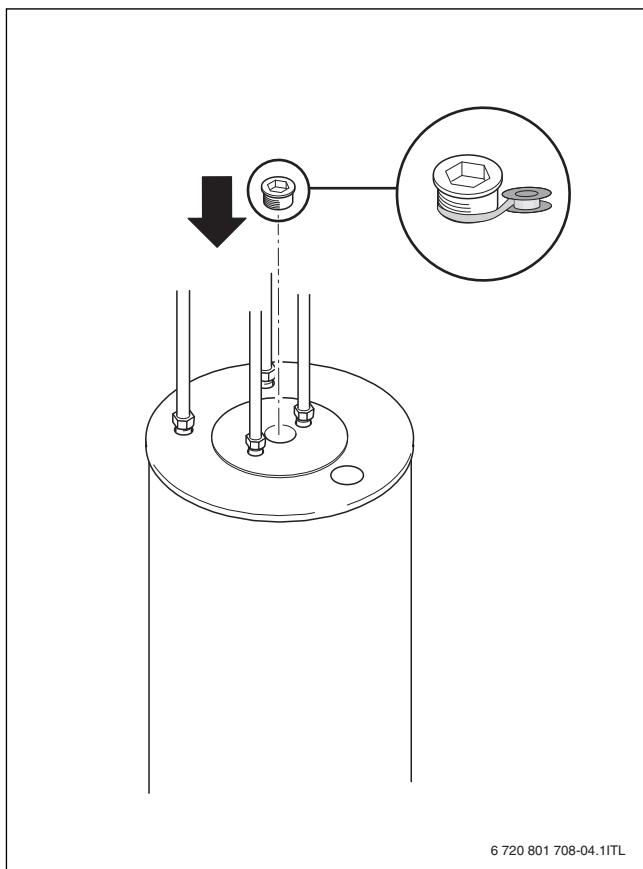

Fig. 16
- ▶ Заверните пробку контрольного отверстия с новым уплотнением (→ рис. 16, стр. 35).